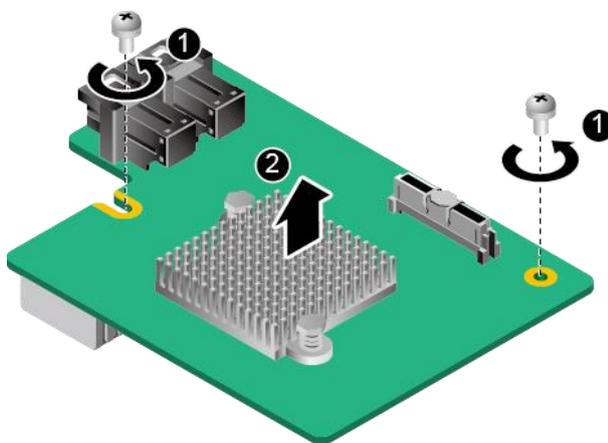

图 5-15 拆卸 RAID 控制扣卡
11. 拧开 RAID 控制扣卡固定螺钉,如图 5-15 中①所示。
12. 向上缓慢用力拔出 RAID 控制扣卡,如图 5-15 中②所示。